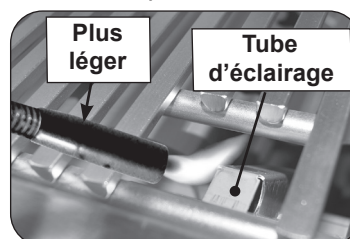

Fig. 32-2 Éclairage manuel via un tube d'éclairage
**ATTENTION:** Attendez toujours cinq (5) minutes le gaz pour se dégager après que n'importe quelle tentative non réussie d'éclairage.
2. Passez un allumeur brûlant de butane de long-baril ou une allumette brûlante de long-tige dans la grille à cuire s'ouvrant au dessus du tube d'éclairage. (Fig. 32-2). Pour les brûleurs arrière, les brûleurs à haute puissance ou les brûleurs infrarouges, maintenez la flamme contre la surface du brûleur arrière/du brûleur à haute puissance/du brûleur infrarouge.